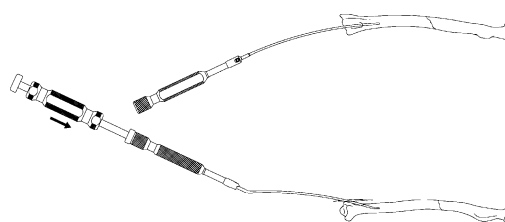

図 18
- 4) インパクトを把持しスライドハンマーに打撃を与えながら、橈骨ロッキングロッドを髄腔へ打ち込んでいきます。(図 18)